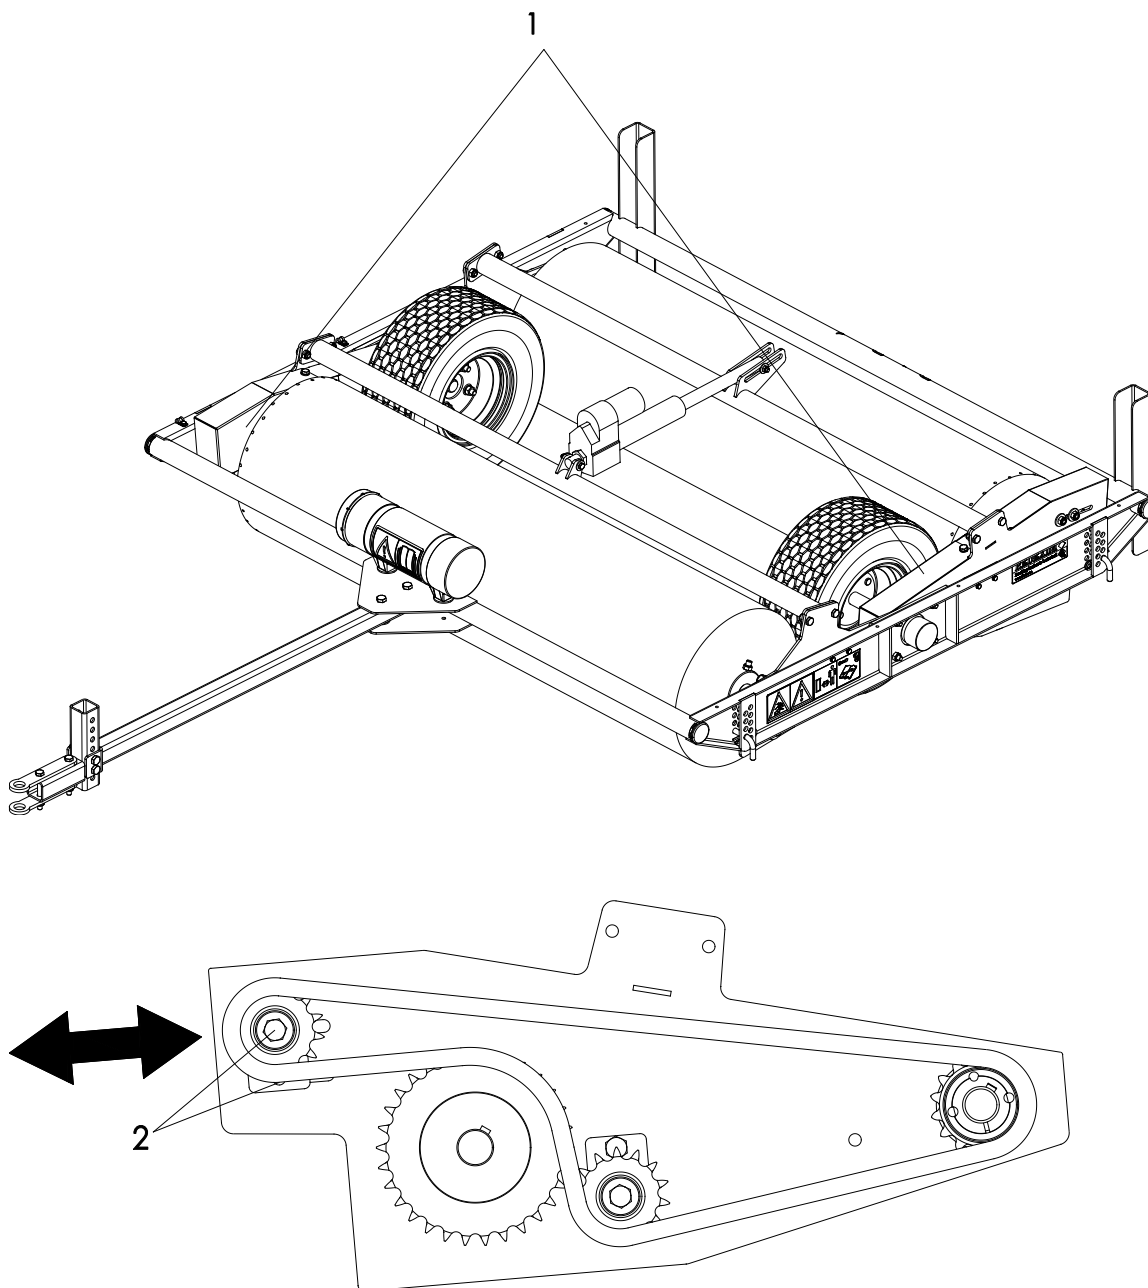

Bild 11
1. Avlägsna säkerhetshuvorna (1) (Bild 11).
2. Lossa muttrarna på rullen och spänn kedjan (2) (Bild 11).